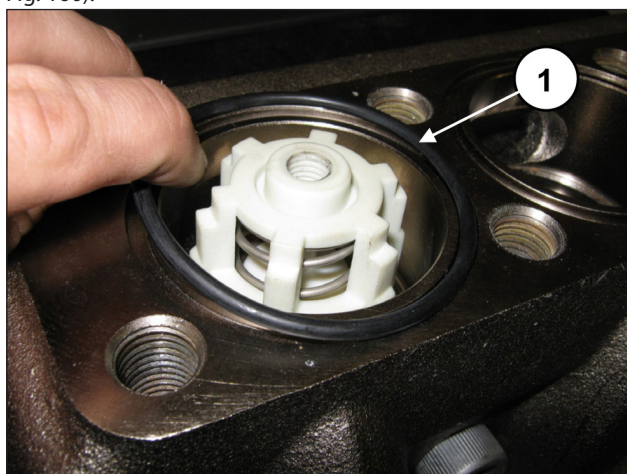

Fig. 160
Applicare l'O-ring frontale alle valvole di mandata (pos. ①, Fig. 160).